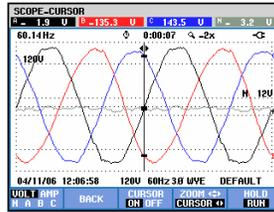

Abbildung 19-2. Anzeige Signalform mit Cursor
- Drücken Sie F3, um den Cursor einzuschalten. Mit den Pfeiltasten nach links/rechts bewegen Sie den Cursor horizontal entlang der Signalformen. Der Wert der Signalformen an der jeweiligen Cursorposition wird in der Kopfzeile des Bildschirms angezeigt, wie in Abbildung 19.2 dargestellt.